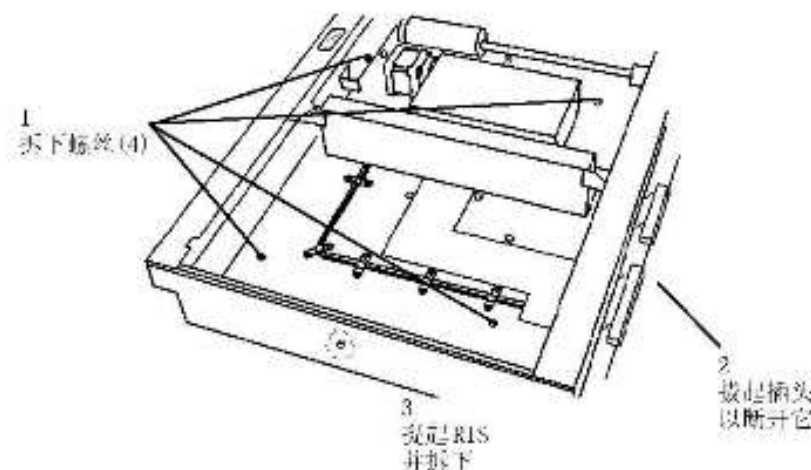

图 2 拆卸 RIS
5. 拆下 RIS 组件(图 2)。
2. 如果新的 RIS 被安装，接通电源后，按屏幕上的 3-13、3-14，重新设置 RIS 校准值(图 2)。